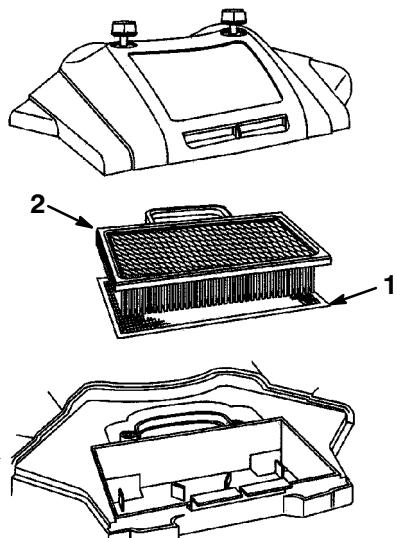

Abbildung 30
4. Papiereinsatz und Schaumstoffeinsatz herausheben (Abb. 30).
1. Schaumstoffeinsatz (Abb. 30):
2. Papiereinsatz (Abb. 30):
- Luftfilterabdeckung und Knöpfe wieder anbringen (Abb. 30). Die Knöpfe fest anziehen.